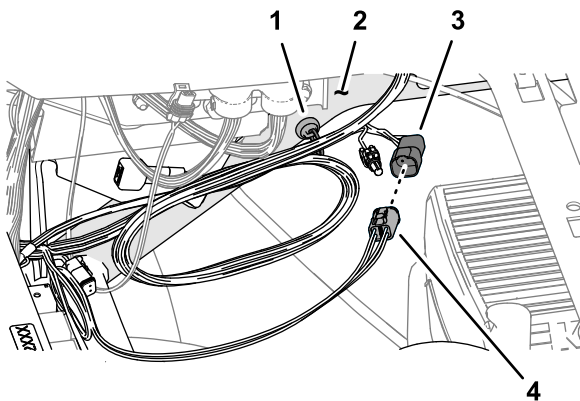

Figura 164
1. Pegue el soporte magnético del arnés de fumigación del kit en el bastidor del tubo superior derecho del bastidor de la máquina (Figura 164).
2. Enchufe el conector de 4 pines marcado CAN 2 ASC 10 BUS del arnés de datos en el conector hembra de 4 vías marcado ASC10 PWR & CAN FROM X30 del arnés de fumigación del kit (Figura 164).